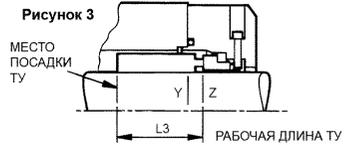

Рисунок 3
- По таблице с установочными размерами определите размер L3 для типоразмера устанавливаемого ТУ и измерьте расстояние L3 обратно по валу от точки "Z" (рис. 3). Новая отмененная точка является местом расположения на валу задней части держателя уплотнения/ передней части привода.